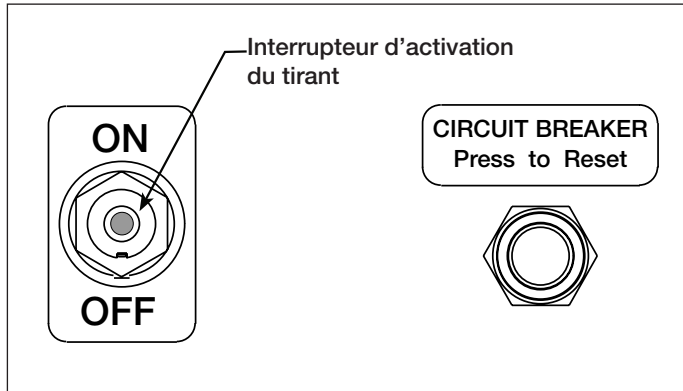

Figure 6, panneau de commande de la pompe
### 5.1 Interrupteur marche / arrêt de la pompe (Voir figure 6)
4. Brancher l'unité à l'alimentation. Mettre l'interrupteur d'activation de la pompe sur la position ON. Voir la figure 6.